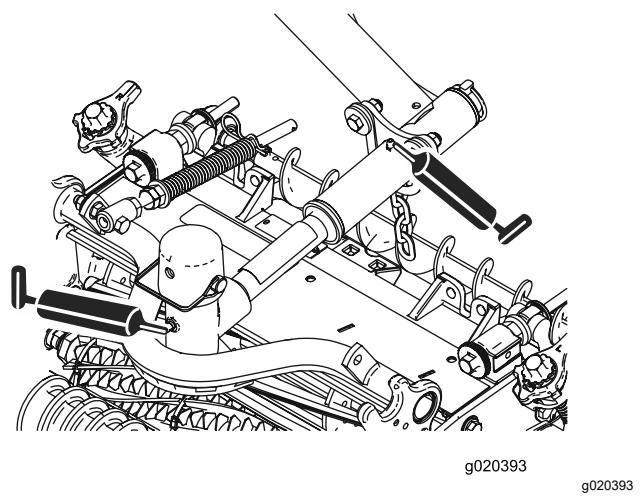

Figura 48
- Articulações da unidade de corte (2 cada); consulte Figura 48.